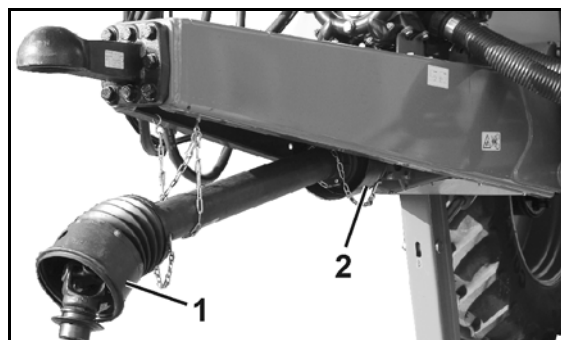

Fig. 12
- Fig. 12/...
(1) Protecção do veio de transmissão com correntes de retenção
(2) Cone de protecção do lado da máquina